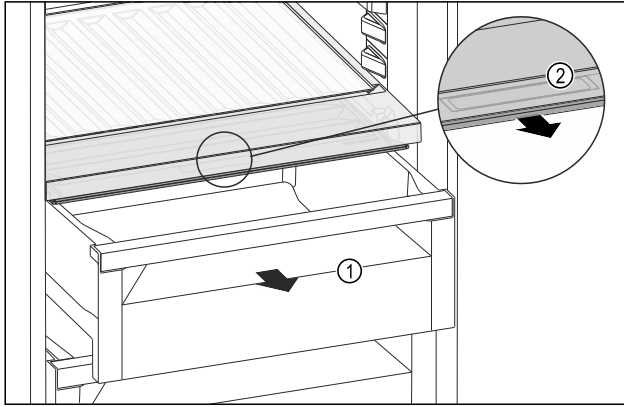

Fig. 193
- Tërhiqni jashtë sirtarin Fig. 193 (1).
- Kapni dorezën e futur Fig. 193 (2) në kapakun e ndarjes dhe në të njëjtën kohë tërhiqni përpara kapakun e ndarjes.